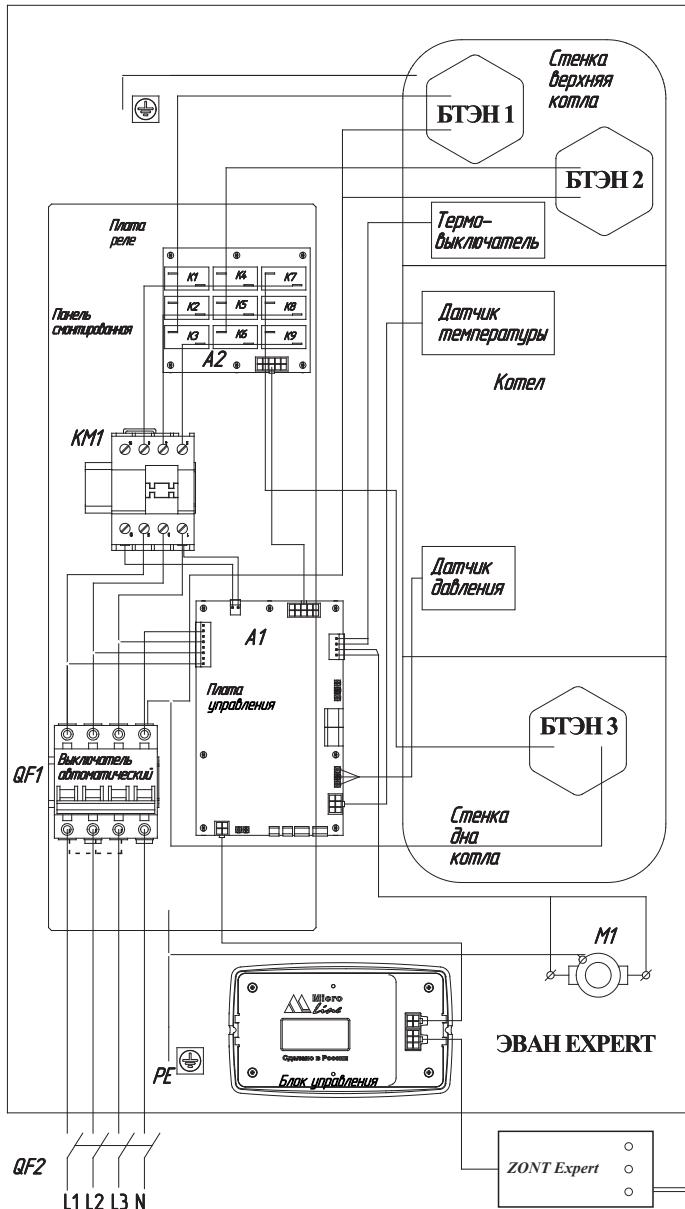

Рис. 12
6.1.12 Подключение прибора к электрической сети производится в соответствии с рис. 12 только через внешний автоматический выключатель QF2, с номинальным током (Iн) указанным в таблице 4.
6.1.14 Схема подключения прибора изображена на рис. 12.
6.1.15 Прибор должен быть смонтирован на стенах и сооружениях, в хорошо освещенных помещениях. Для возможности реализации естественной циркуляции и снижения энергозатрат циркуляционного насоса прибор желательно располагать на нижнем уровне отапливаемого здания. Подключение силового кабеля, шнура питания циркуляционного насоса, шнура датчиков температуры воздуха и прочих устройств производится согласно ПУЭ и ППБ в соответствии с рис. 12.